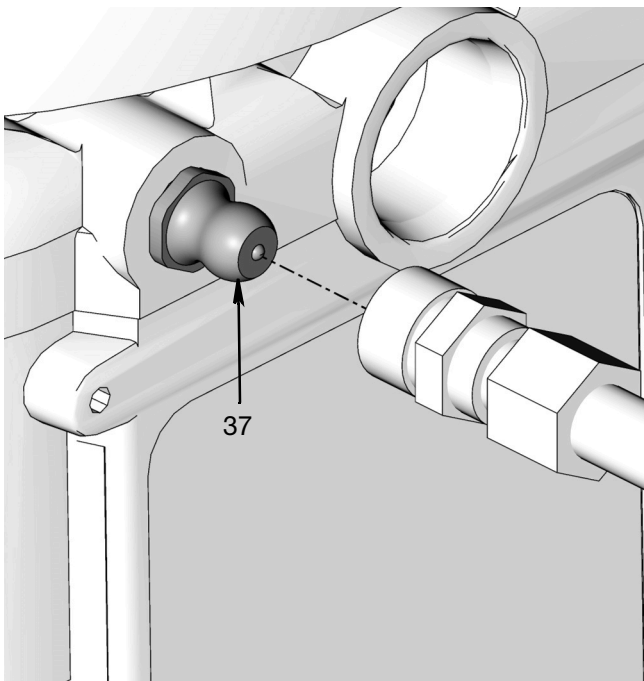

FIG. 11
1. Collegare il tubo flessibile di riempimento al raccordo d'ingresso *(37) (FIG. 11).
1. Collegare il tubo flessibile di riempimento al raccordo d'ingresso (FIG. 11).